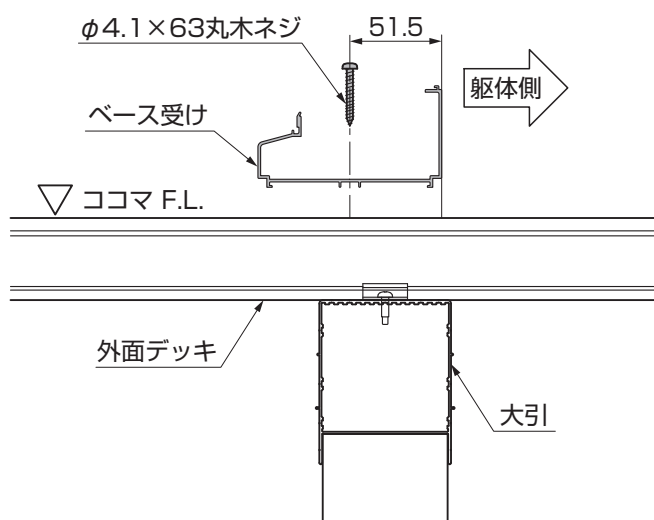

図2-2
- ① ベース受けを外面デッキに、「φ4.1×63丸木ネジ」で取付けてください。(図2-2参照)